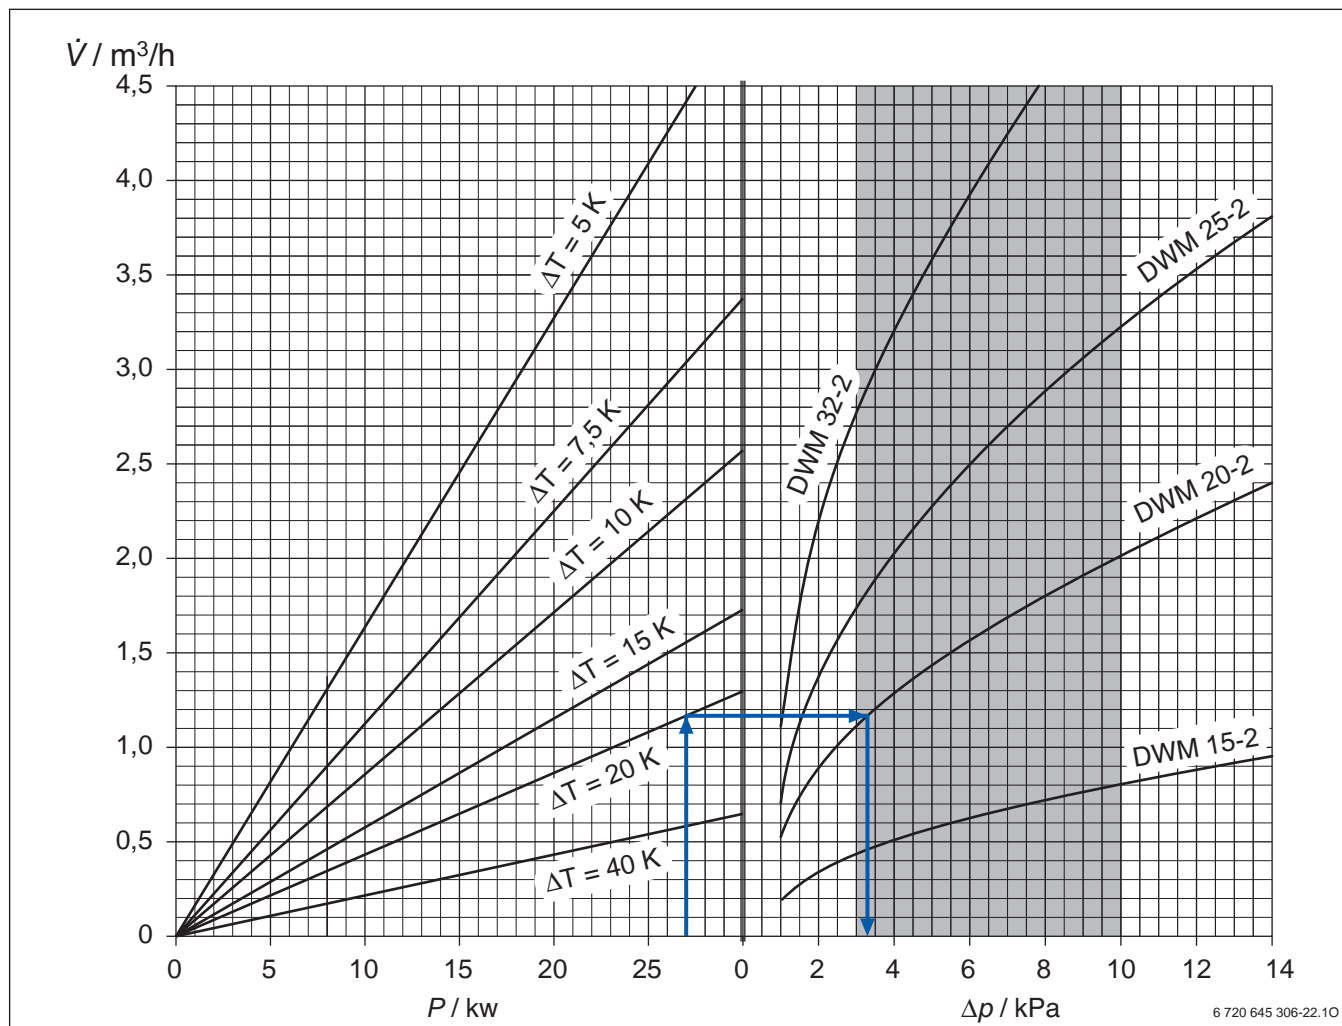

Bild 39 Auslegungsdiagramm für 3-Wege-Mischer
Um eine gute Reglercharakteristik zu erreichen, muss der Druckverlust im Mischer gleich dem Druckverlust des sogenannten „mengenvariablen“ Teils des Rohrnetzes sein, also ebenfalls $\sim 3,0 \dots 10,0 \text{ kPa}$. Dieser Zusammenhang liegt dem Auslegungsdiagramm (Bild 39) zugrunde.
- In der linken Hälfte von Bild 39 den Schnittpunkt von der Leistungslinie und der Temperaturdifferenzlinie suchen.
- In der linken Hälfte von Bild 39 den Schnittpunkt von der Leistungslinie und der Temperaturdifferenzlinie suchen. Dieser Schnittpunkt liegt bei einem Durchfluss von $\sim 1,16 \text{ m}^3/\text{h}$.